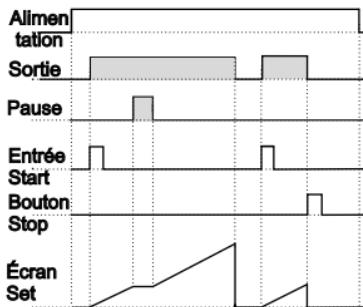

Figure 4.3
4.2.1 Si le comptage est $\boxed{\text{dEct}} = 0$ et que $\boxed{\text{outF}}$ est $\boxed{0-n}$ le schéma de commande sera celui illustré à la figure 4.3